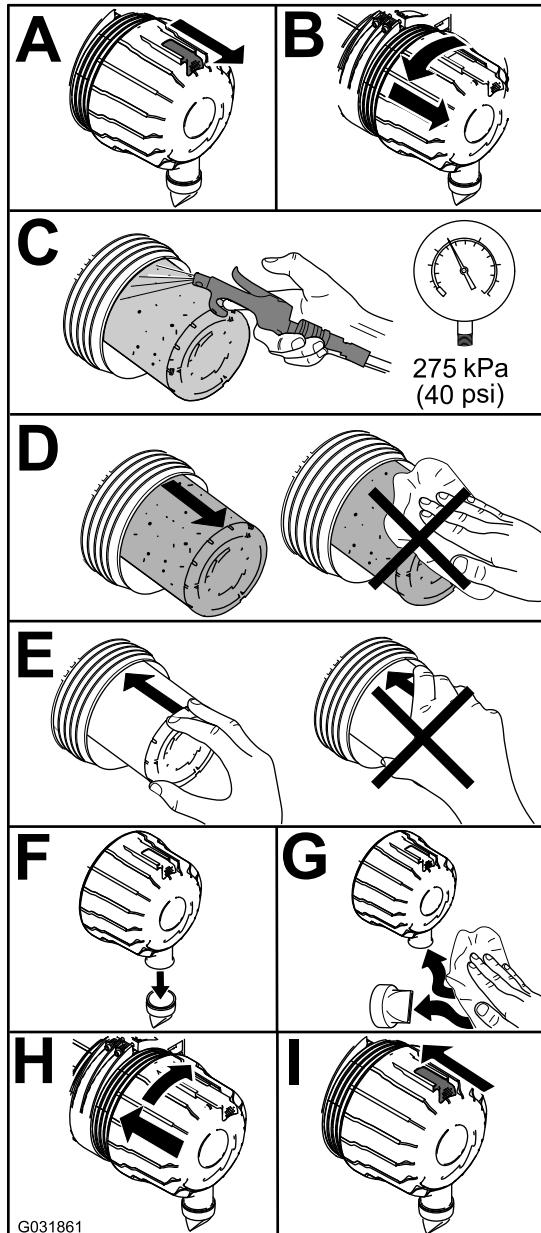

Figura 57
1. Substitua o filtro de ar (Figura 57).